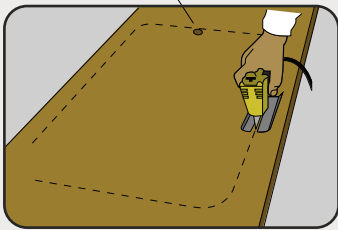

Fig. 3.1
Faça a demarcação com o uso do gabarito (fig. 3). É importante que a linha de corte esteja bem marcada em toda a sua extensão. Faça um furo de Ø 10 mm, para introduzir a serra tico-tico (fig. 3.1). A medida em que o corte vai avançando, procure segurar a peça a ser destacada do tampo, a fim de evitar que as bordas sejam danificadas. Lixar suavemente as bordas de corte. Antes de iniciar a fixação da cuba , verifique a exatidão do serviço feito até este momento posicionando a cuba na abertura de encaixe. Assegure-se de que os cantos tenham um bom assentamento. Após o corte do tampo e antes de iniciar a fixação da cuba é bom limpar bem a peça e o tampo, removendo poeira, óleos e gorduras antes de avançar com a instalação, isso garante que a fixação fique perfeita.
*Trace the cutting line using the template (fig. 3). It is important that the cutting line is well stamped on its entire length. Drill a 10 mm diameter hole to introduce the jig saw blade (fig. 3.1). As the cutting process goes forward, it is important to hold the piece to be removed from the countertop in order to avoid the edges getting damaged. Gently sand the edges. Before starting the bowl installation, please check all work done up until now and place the bowl in the inset opening. Ensure that the corners have a good settlement. Before fixing the bowl, it is recommended to clean the product and the countertop to remove dust, oils and fats to guarantee the perfect installation.
Haga las marcas usando la plantilla (fig. 3). Es importante que la línea de corte se marque bien en toda su extensión. Haga un corte con diámetro de 10 mm, para introducir la sierra caladora (fig. 3.1). A medida que avance en el corte, mantenga la pieza que se va a retirar de la mesada para no dañar los bordes. Lijar suavemente los bordes de corte. Antes de la fijación, averigüe el trabajo hecho hasta ese momento y ponga la cubeta en la apertura. Asegurese que la mesada esté bien posicionada. Despues del corte y para fijar la cubeta, recomendamos que haga una limpieza para remover polvo, óleo o grasa, garantizando una fijación perfecta.*